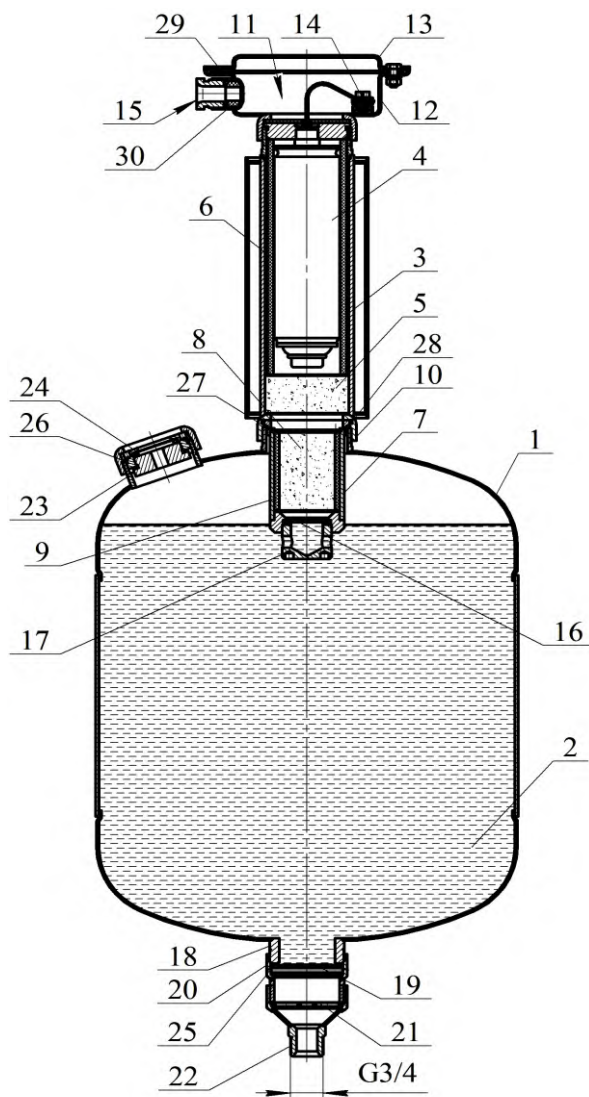

Рисунок 1
1.4.1.1 МУПТВ (см. рисунок 1) состоит из корпуса 1, заправленного ОТВ 2, газогенерирующего устройства 3 и мембранного рабочего узла, смонтированного в нижней части модуля. В корпусе газогенерирующего устройства установлены ИХГ 4 с элементом электропусковым и фильтр-охладитель 5, содержащий пористый искрогасящий материал. В зазоре между ИХГ 4 и корпусом газогенерирующего устройства 3 расположена втулка 6 из теплозащитного материала. За газогенерирующим устройством 3 расположен корпус 7 с фильтром-охладителем 8 из пористого искрогасящего материала. Между фильтром-охладителем 8 и корпусом 7 установлена втулка 9 из теплозащитного материала. Корпус 7 с фильтром-охладителем 8 закреплен на горловине корпуса 1 гайкой 10 газогенерирующего устройства 3. Соединительные провода элемента электропускового ИХГ 4 выведены в коробку 11 через герметизированный узел, обеспечивающий требуемую (не ниже IP67) степень защиты от внешних воздействий. Коробка 11 состоит из фланца 12 газогенерирующего устройства 3 и крышки 13. Наружные концы проводов элемента электропускового ИХГ 4 при хранении и транспортировании замкнуты путем их соединения в зажиме контактном винтовом 14, установленном в коробке 11 со степенью защиты от внешних воздействий IP65. Технология соединения проводов элемента электропускового с пусковым кабелем в зажиме контактном винтовом 14 описана в разделе 2.1 настоящего паспорта. Электрические зазоры и пути утечки между неизолированными токоведущими частями (контактных зажимов и
Залить в отверстие верхней горловины **23** (см. рисунок 1) воду (питьевую либо дистиллированную) (температура воды должна быть плюс $(15...25)^{\circ}\text{C}$) объемом $26,2^{+0,05}$ дм³. Открыть упаковки с жидкими добавками к воде и залить их в отверстие верхней горловины **23**.
2.1.6.3 Полученный раствор ОТВ залить в отверстие верхней горловины **23** (см. рисунок 1). Для окончательного приготовления ОТВ открыть упаковки с жидкими добавками к воде и залить их в отверстие верхней горловины **23**.
2.1.9 Соединить штуцер **13** (см. рисунок 1) с трубной разводкой.